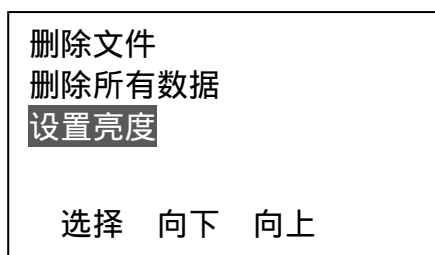

图 36
- d. 用 **←** 或 **→** 键移动光标至设置亮度，如图 36，